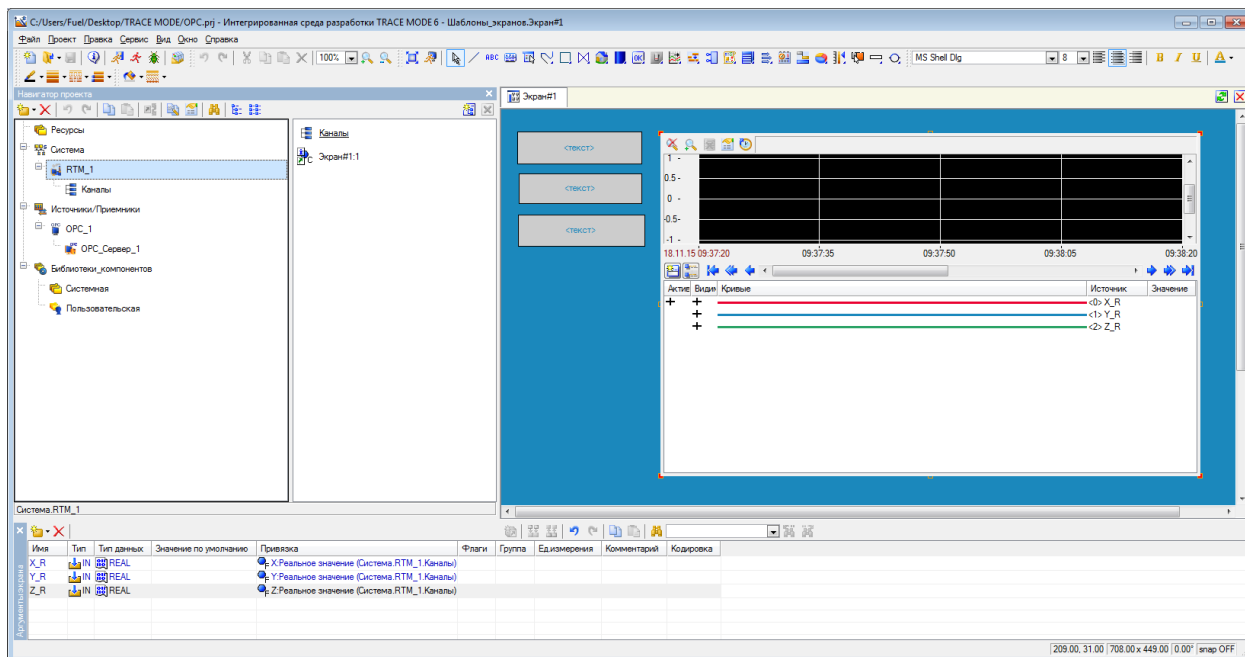

Рисунок 46.
- 2) Три созданных компонента перемещаем в группу «Каналы» узла «RTM\_1» (см. Рисунок 46)